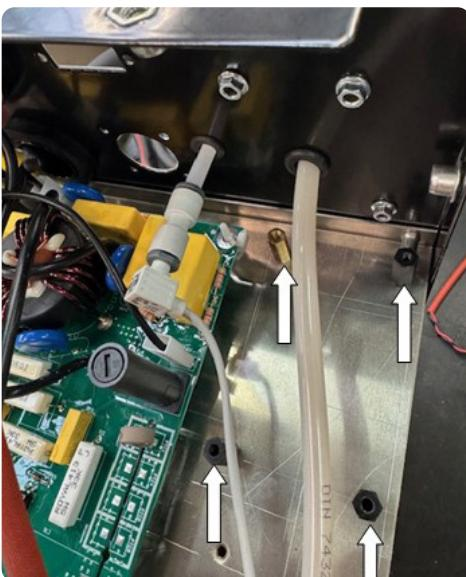

Fig. 1
- ◆ Utilizzando le 4 viti M4 in dotazione, fissare sul piano intermedio i 3 distanziali plastici e quello in ottone, posizionando quest'ultimo in corrispondenza del foro come in Fig. 1